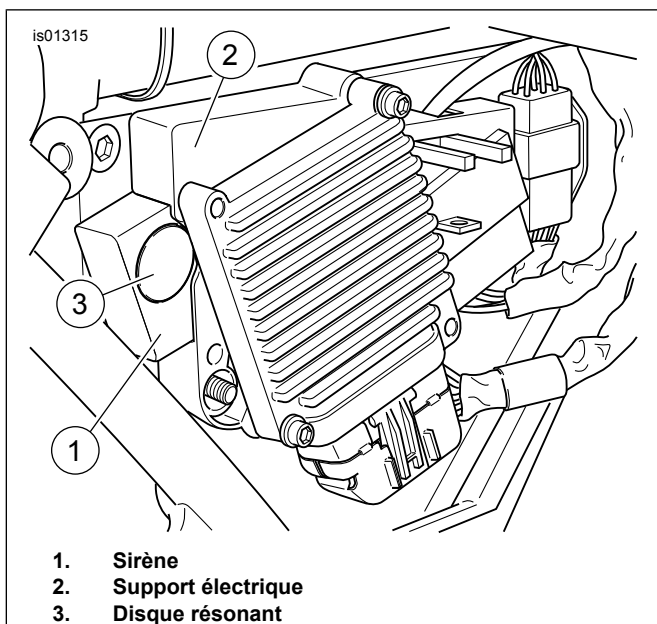

Figure 17. Sirène et support électrique installés (modèles Touring 2002-2007)
8. Figure 17 Installer l'ensemble support électrique avec la sirène sur les goujons situés sur le côté du boîtier de la batterie. Installer deux écrous à collet sur les goujons et serrer.